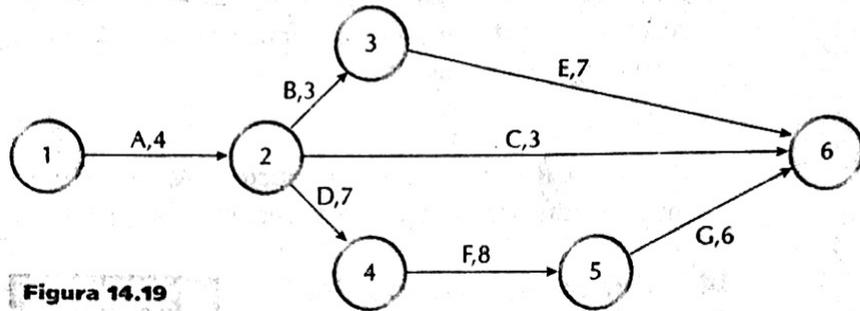

Figura 14.19
3. Dada a rede da Figura 14.19, determinar: